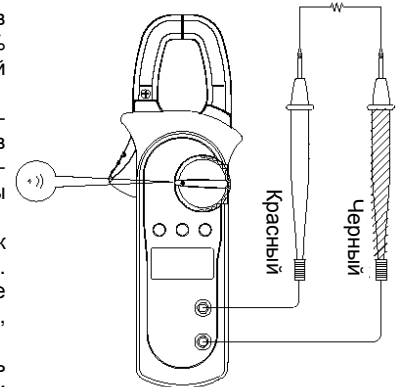

Рисунок 6
D. Прозвонка электрических цепей (см. рисунок 6)